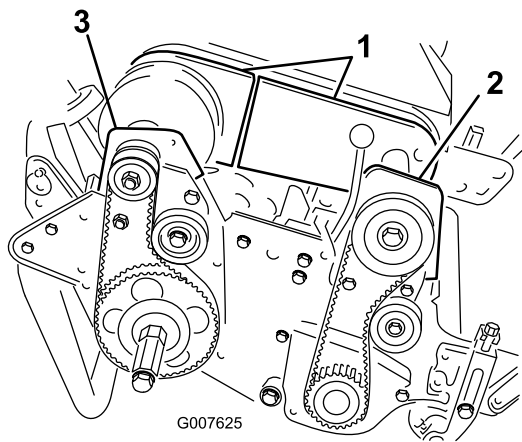

Figura 48
4. Rimuovete i bulloni che fissano la sezione anteriore e posteriore della copertura del differenziale all'alloggiamento del differenziale stesso e fate scorrere le sezioni della copertura in modo da scoprire la cinghia (Figura 48).
6. Togliete i 2 bulloni e i 2 dadi di bloccaggio che fissano la sede della frizione anteriore alla piastra laterale (Figura 48).
8. Togliete i 2 bulloni e i 2 dadi di bloccaggio che fissano la sede del cuscinetto posteriore destro alla piastra laterale (Figura 48).